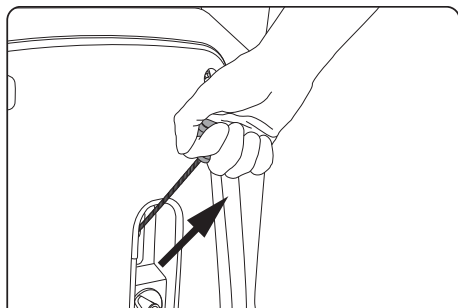

рис. 25
Медленно потяните ручку стартера (21) (рис. 25) до тех пор, пока не почувствуете сопротивление. Это «точка сжатия». Верните ручку в начальное положение и затем резко потяните. Не вытягивайте шнур на полную длину. Когда двигатель заведется, дайте ручке стартера вернуться в начальное положение, плавно, не отбрасывая рукоятку, опустите руку, позволив шнуру вновь вернуться в барабан.